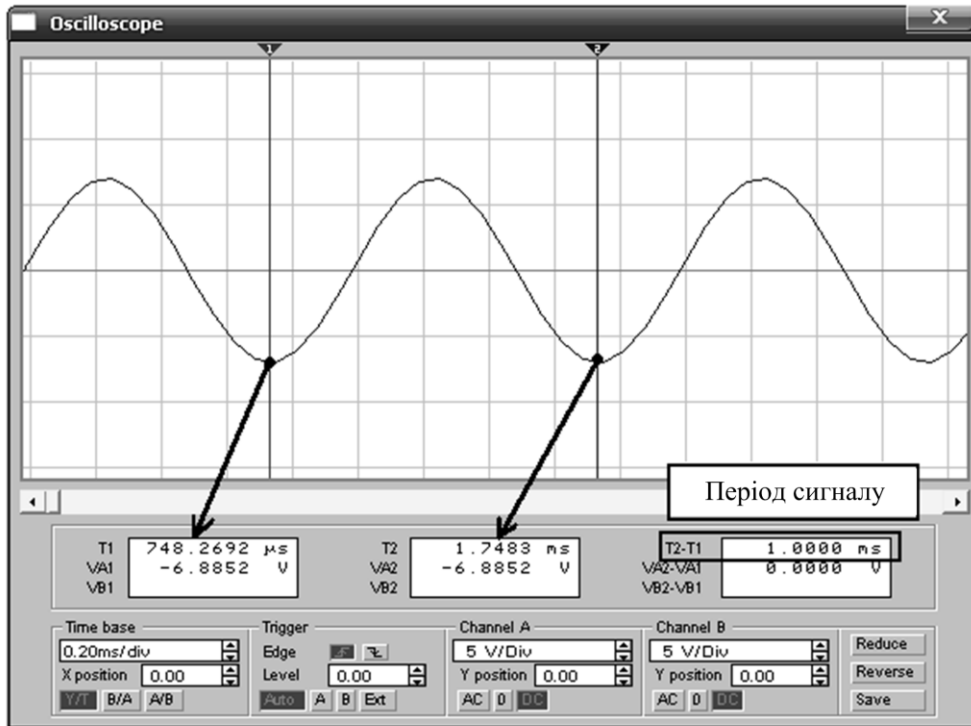

Рисунок 1.5 – Методика вимірювання періоду сигналу
6.11 Визначити час закінчення періоду сигналу (*T2*). Встановити синю візирну лінію 2 на кінець періоду гармонійного сигналу, використовуючи методику п. 6.10 (рисунок 1.5).